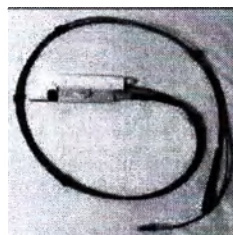

Рисунок 4.4: Кабель MatrixView, присоединенный к волоконной системе доставки луча
5. При помощи поставляемых зажимов присоедините кабель MatrixView к волоконной системе доставки луча с интервалами 40 – 50 см вдоль кабеля (см. Рисунок 4.4:). Таким образом кабель MatrixView или оптоволоконная система доставки луча не будут свисать и касаться пациента или любых других препятствий.